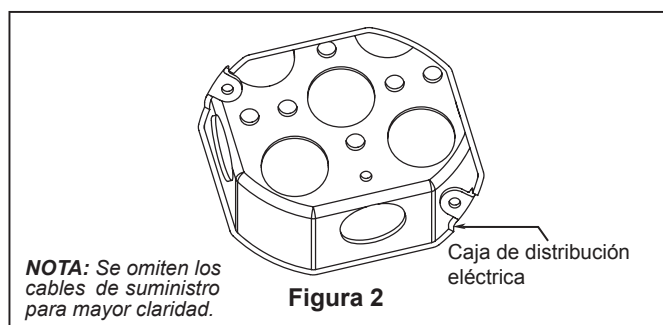

Figura 2
Es fundamental que la caja de distribución eléctrica y los tornillos estén bien asegurados a la estructura armada y que sean capaces de soportar una carga de, al menos, 15,9 kg (35 lb). Si los tornillos no están correctamente colocados, el ventilador podría caerse. (Figura 2)
- ☐ 1. Ajuste bien la caja de conexiones del techo apta para soporte de ventilador en la estructura armada. La caja de conexiones no se suministra con el ventilador. (Figura 2)